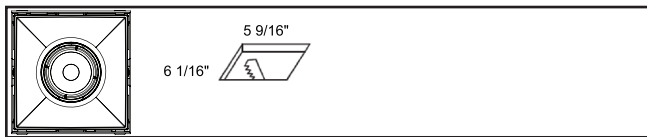

Figure 1.5.
- 1 lumière : 5 9/16 X 6 1/16 po (figure 1.5)